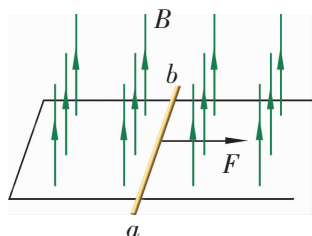

图 1-9
9. 如图 1-9 所示, 水平 U 形光滑框架的宽度为  $1\text{ m}$ , 电阻忽略不计, 导体  $ab$  的质量是  $0.2\text{ kg}$ , 电阻是  $0.1\ \Omega$ , 匀强磁场的磁感应强度  $B=0.1\text{ T}$ , 方向垂直框架向上. 现用  $1\text{ N}$  的外力  $F$  由静止拉动  $ab$  杆, 当  $ab$  的速度达到  $1\text{ m/s}$  时, 求此时  $ab$  杆产生的感应电动势的大小和加速度的大小.